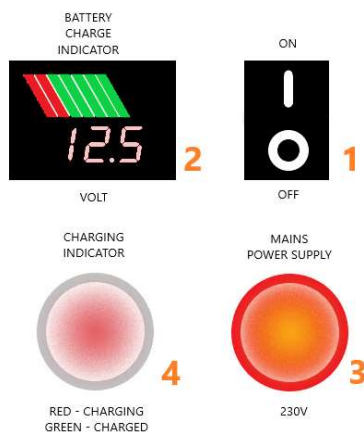

Fig. 7 Batterie - mode réseau.
2. Allumez le circuit d'alimentation avec l'interrupteur **ON/OFF** situé sur le boîtier (**Fig. 7 pos. 1**),
4. **Fig. 7 pos. 3** - le voyant indiquant que l'alimentation secteur est allumée - cela signifie que l'étourdisseur **VBE-M** est alimenté par le secteur et non par le système d'alimentation;
5. **Fig. 7 pos. 4** - le voyant indiquant que la charge de la batterie est éteinte;
6. **Fig. 7 pos. 2** - le voltmètre indique la tension de charge de la batterie.